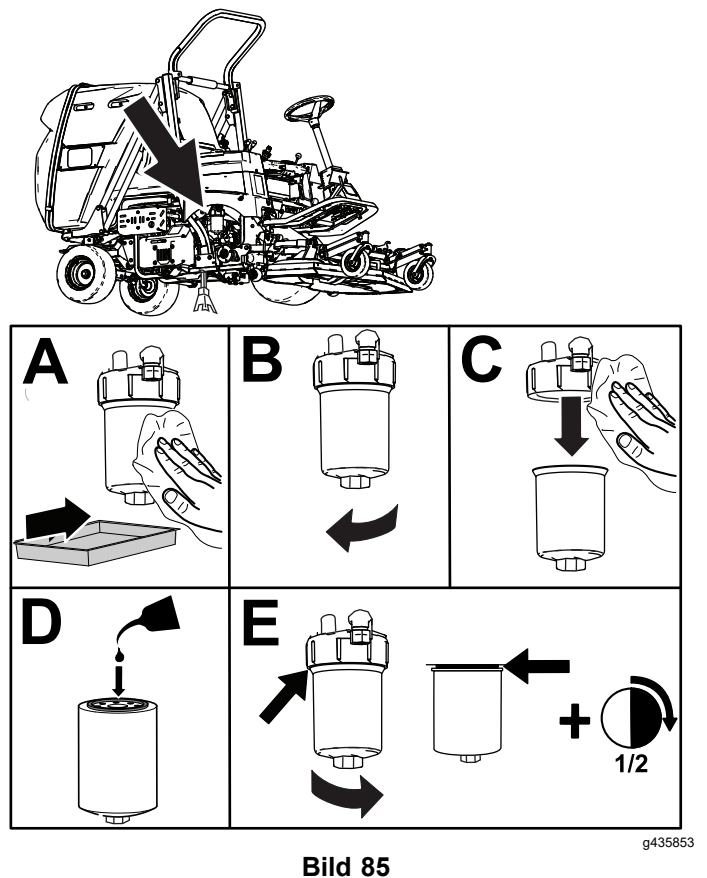

Bild 85
7. Wechseln Sie den Hydraulikfilter aus, wie in Bild 85 abgebildet.